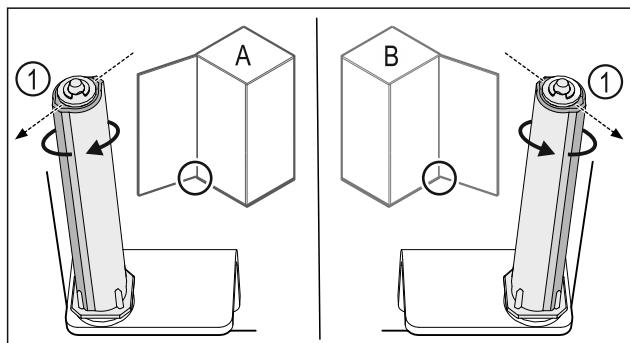

Fig. 44 Levo omejilo (A) / desno omejilo (B)
- Obrnite zaporni sistem proti uporu, dokler ni mostiček zapornega sistema Fig. 44 (1) obrnjen navzven.